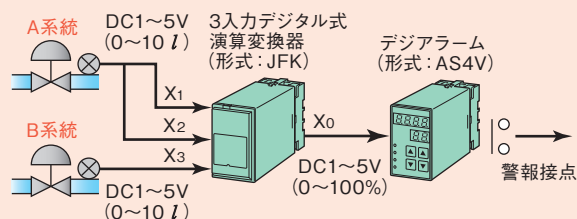

図3
- (1) 入力ネットワーク変数512点、出力ネットワーク変数512点使用可能
- 入力ネットワーク変数16点または出力ネットワーク変数16点が定義されているファンクショナルブロック(fbNVI [0~31]、fbNVO [0~31]、図3)を入力、出力とも32ブロック
図3に示すように、X1、X2としてA系統の信号を共に入力接続し、X3としてB系統の信号を入力して演算させれば、混合量中のA系統の割合が出力されます(今回は同じ比率の信号なのでK0~K3=1、A0~A2=0%を設定しますが、入力信号の比率が違えばゲインとバイアスの値を変えて対応できます)。この式で、たとえばA系統2.5 l/min入力、B系統5 l/min入力の場合の比率は33%になります(式3)。